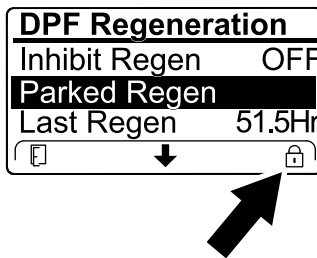

Figure 58
- Si le calculateur moteur demande une régénération d'urgence ou est en train d'en exécuter une, et que vous naviguez jusqu'à l'option PARKED REGEN, la régénération en stationnement se bloque et l'icône de blocage (Figure 58) apparaît en bas à droite de l'InfoCenter.